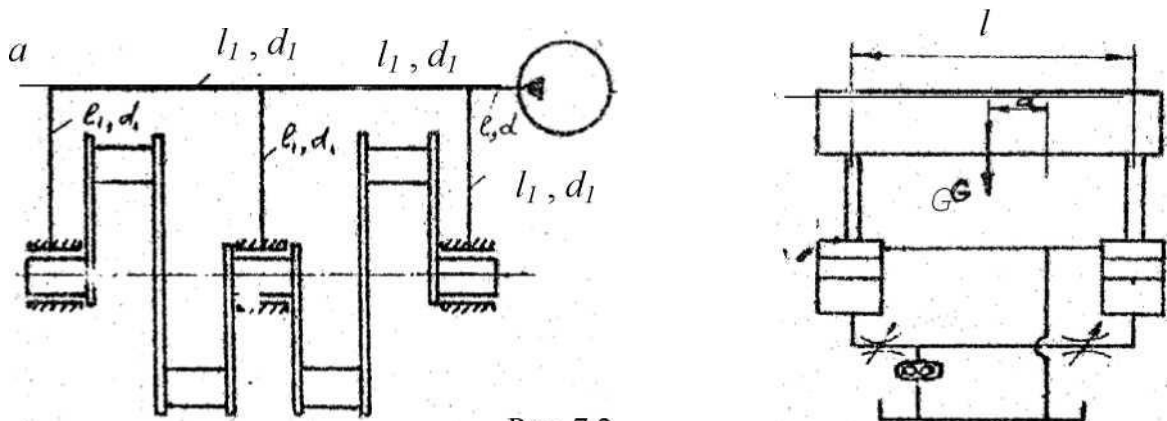

Рис. 7.2.
$l_1=0,5$  м и диаметром  $d_i$ . Магистральный маслопровод в системе трубок имеет длину 2 м и диаметр  $d$  (рис.7.2, а).
**Задание 4.** Для подъема груза массой  $G$  со скоростью  $V$  используются два одинаковых параллельно работающих силовых гидроцилиндра диаметром  $D$  (рис.7.2, б). Расстояние между осями гидроцилиндров  $l$ .